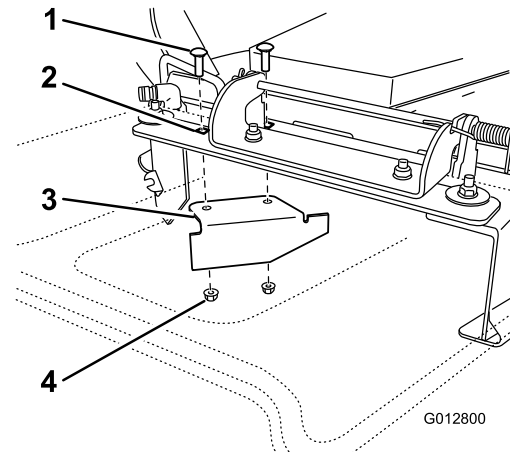

Figura 1
5. Individuate il deflettore di chiusura nell'apertura di scarico laterale sul piatto di taglio (Figura 1).